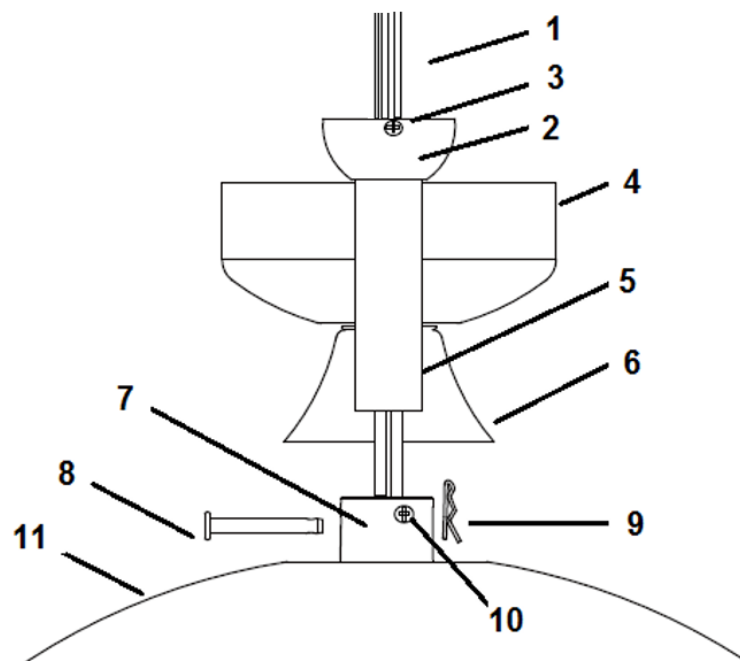

Imagen 6
INSTALACIÓN DE LA TIJA (Imagen 6)
1. Pase la tija (5) a través del florón (4) y de la cubierta del perno y la chaveta (6).
2. Quite la junta esférica (2) aflojando los tornillos (3); inserte los cables del motor por la tija; y vuelva a asegurar la junta esférica a la tija.
3. Inserte la tija en el acoplamiento (7), alinee los agujeros del acoplamiento con los agujeros de la tija, e inserte el perno (8). A continuación, inserte la chaveta (9) por el extremo del perno.
4. Por último, asegure la tija al acoplamiento apretando los dos tornillos (10) del acoplamiento. **Imagen 6**